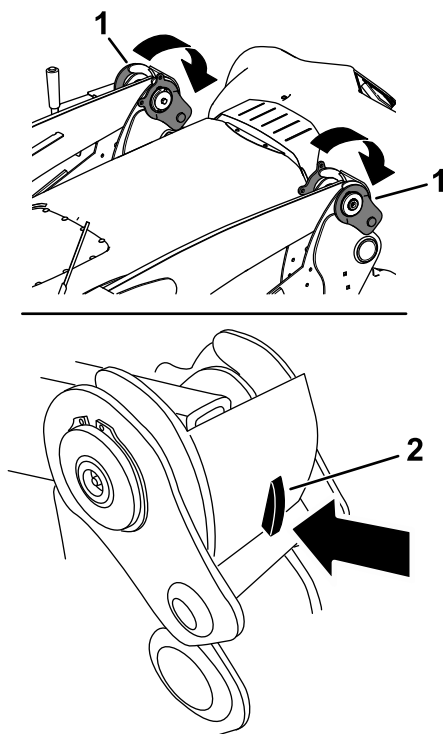

Figure 56
7. Verrouillez les bras de chargeuse sur la machine en abaissant chaque verrou jusqu'à ce que le dispositif de blocage maintienne les verrous en place (Figure 56).